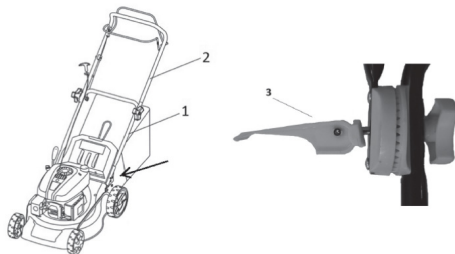

Fig. 2
1. Inserte la parte inferior del manillar (Fig. 2 – punto 1) en el orificio correspondiente (Ver flecha) y asegúrelo con 4 tornillos (Dos tornillos por cada lado).
2. Fije la parte superior del manillar (Fig. 2 - punto 2) a la parte inferior del manillar utilizando los tornillos incluidos con el acoplador y tuercas de mariposa (Fig.2 - punto 3).